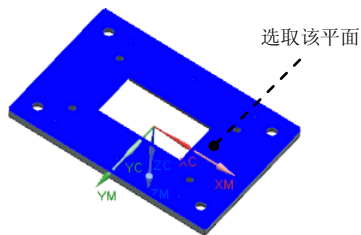

图 11.43 指定底面
Step2. 在图形区选择图 11.43 所示的面，然后在 **偏置** 区域 **距离** 文本框中输入 1，单击 **确定** 按钮，系统返回“平面铣”对话框。